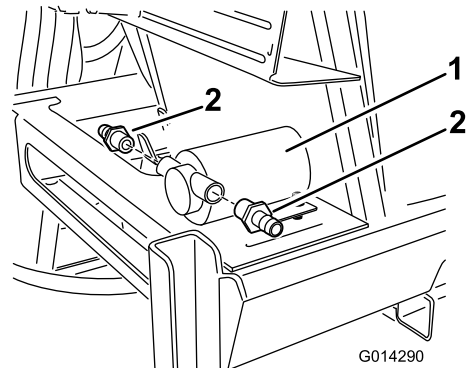

Figura 20
3. Localice los conectores de manguera dentados rectos entre las piezas sueltas e instale el conector en los orificios de entrada y salida de la bomba del depósito de enjuague(Figura 20).